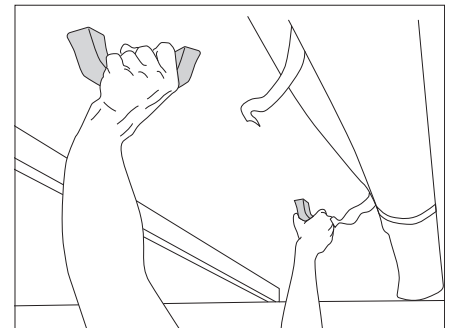

Figura 6 Levantar el techo elevable
- Presionar el techo elevable de los dos tiradores hacia arriba con las dos manos (Figura 6).